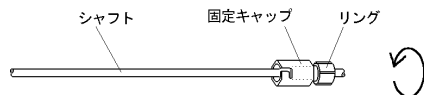

図1.
- ⑨ 挿入（手術）中のブロッカーチューブは、反対側の気管支へ入れ替えないこと。[ブロッカーチューブのアングル部が伸び、カフ破損、気管・気管支損傷等の原因となる]
- ⑩ 患者の体位を変えた（体位が変化した）場合は、ブロッカーチューブ（カフ）の挿入位置を必ず確認すること。
- ① 使用前に、カフ検査を行い、空気漏れ、片膨れ等の異常が認められた場合は、使用しないこと。[シリコンゴム製品は、自己密着性があり、膨張不能や片膨れが生じることがある]
- ②挿入する際は、カフ全体に潤滑作用を有する薬剤等を塗布すること。[塗布せずに挿入すると、カフ破損、気管・気管支損傷等の原因となる]
- ③カフを膨張させる際は、バルブより繊維(リント)等が混入しないよう注意すること。[バルブの機能が低下し、カフ収縮の原因となる]
- ④カフを膨張させる際は、清潔なシリンジを使用すること。[シリンジに付着しているリント等が、バルブ内に混入する危険性がある]
- ⑤カフを膨張させる際は、シリンジの先端をバルブの奥まで確実に挿入すること。[挿入が不十分な場合、バルブ内の弁が開かず、カフ操作が行えない場合がある]
- ⑥使用時の空気注入量は、気管支壁の毛細血管の血流障害、手術時間等を考慮し、臨床上の判断により決定した注入量とすること。[過膨張は、カフ破損、気管支損傷等の原因となる]
- ①使用前に、固定キャップのリングを右に回して、固定キャップがシャフトに固定できることを確認すること。[固定できない場合は、使用しないこと] (図1参照)